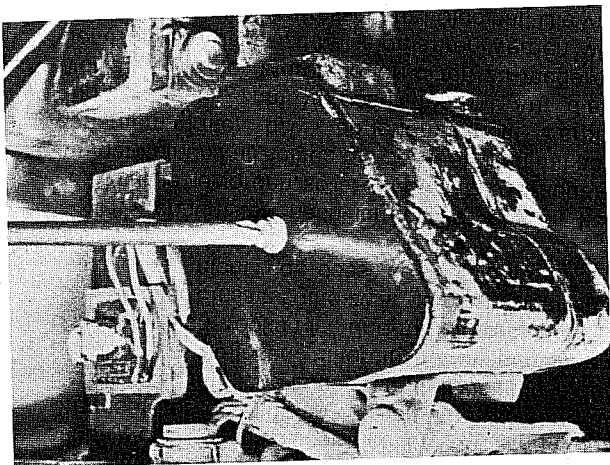

Bild 85
- Der Luftfilter ist unmittelbar unter dem hinteren Ende des Tanks angeordnet und enthält einen ölgetränkten Schaumstoffeinsatz. Der Deckel an der linken Seite des Filtergehäuses ist mit einer zentralen Schraube befestigt (Bild 85). Um Deckel und Einsatz entfernen zu können, muss zuvor der Öltank ausgebaut werden wie in Kapitel 3.11.3 beschrieben.